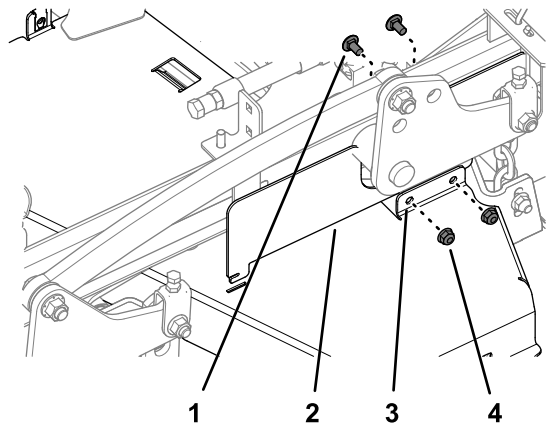

**Figure 42**
- Fixez le protège-courroie gauche au plateau (Figure 42) à l'aide des 3 boulons que vous avez retirés sous Dépose du protège-courroie gauche (page 30).